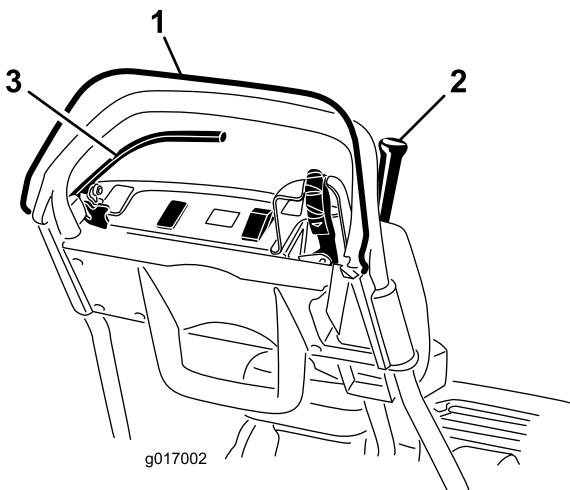

Figura 27
3. Con el CPO quitado, intente engranar la palanca de tracción (Figura 27). La palanca de tracción no debe engranarse. Si la palanca de tracción se engrana, es necesario ajustar el sistema de interruptores de seguridad. Corrija el problema antes de usar la máquina. Consulte Mantenimiento de los interruptores de seguridad.
4. Con el CPO apretado y la palanca de tracción engranada, suelte el CPO (Figura 27). La palanca de tracción debe desengranarse. Si la palanca de tracción no se desengrana, es necesario ajustar el sistema de interruptores de seguridad. Corrija el problema antes de usar la máquina. Consulte Mantenimiento de los interruptores de seguridad o Ajuste del control de tracción.
5. Con el CPO presionado y la palanca de cambios hacia la izquierda, engrane la tracción y el molinete, y suelte el CPO (Figura 27). La palanca de tracción debe desengranarse. Si la palanca de tracción no se desengrana, es necesario ajustar el sistema de interruptores de seguridad. Corrija el problema antes de usar la máquina. Consulte Mantenimiento de los interruptores de seguridad, Ajuste del control de tracción, o Ajuste del control del molinete.
6. Con el CPO presionado y la palanca de cambios hacia la izquierda para engranar la tracción y el molinete, mueva la palanca de cambios a la derecha para desengranar la transmisión del molinete (Figura 27). La transmisión del molinete debe desengranarse. Si la palanca de tracción no se desengrana, es necesario ajustar el sistema de interruptores de seguridad. Corrija el problema antes de usar la máquina. Consulte Ajuste del control del molinete.
2. Con el CPO apretado, la palanca de tracción engranada y los controles del motor en la posición de arranque (Figura 27). Intente arrancar el motor. El motor no
2. Con la palanca de tracción desengranada, el freno de servicio puesto y los controles del motor en la posición de arranque (Figura 27). Intente arrancar el motor. El motor debe arrancar. Si el motor no arranca, es necesario ajustar el interruptor de seguridad. Corrija el problema antes de usar la máquina. Consulte Mantenimiento de los interruptores de seguridad.
3. Con el motor en marcha, ponga el freno de servicio (no el freno de estacionamiento), apriete el CPO y engrane la palanca de tracción (Figura 27). El motor debe trabajar para superar el efecto del freno, pero no debe pararse. Si el motor se para inmediatamente, es necesario ajustar el interruptor de seguridad. Corrija el problema antes de usar la máquina. Consulte Mantenimiento de los interruptores de seguridad.
4. Con el motor en marcha, ponga el seguro del freno de estacionamiento, apriete el CPO y engrane la palanca de tracción (Figura 27). El motor debe pararse. Si el motor no se para, es necesario ajustar el interruptor de seguridad. Corrija el problema antes de usar la máquina. Consulte Mantenimiento de los interruptores de seguridad.